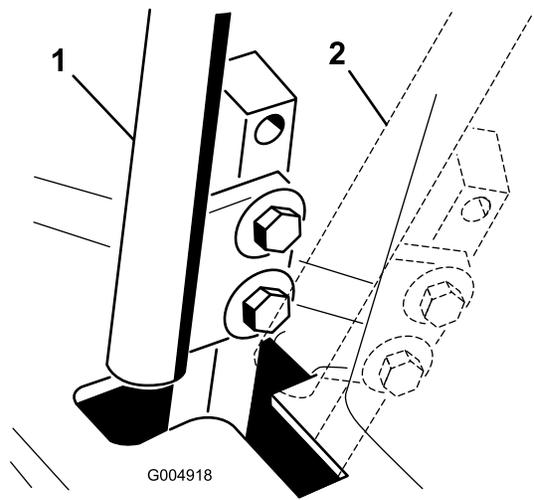

Figura 52
4. Desloque a alavanca para a posição de PONTO-MORTO, mas não **bloqueada** (Figura 52).
6. Verifique onde é que a alavanca de controlo está relativamente ao entalhe na consola (Figura 52).